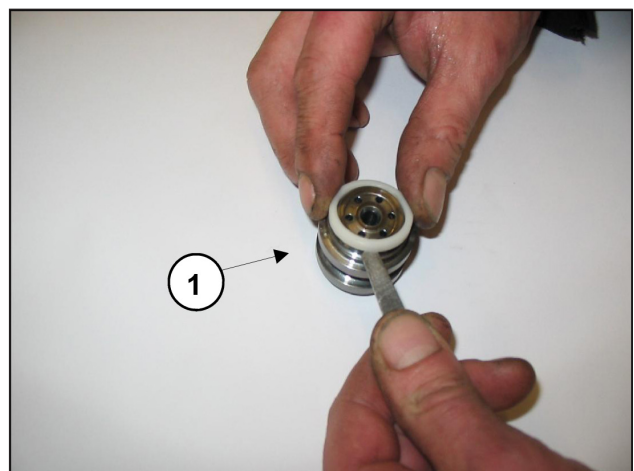

Fig. 25
- Dégager les sièges de soupape ① comme le montre la Fig. 25, contrôler si les composants sont usés et les remplacer si nécessaire.